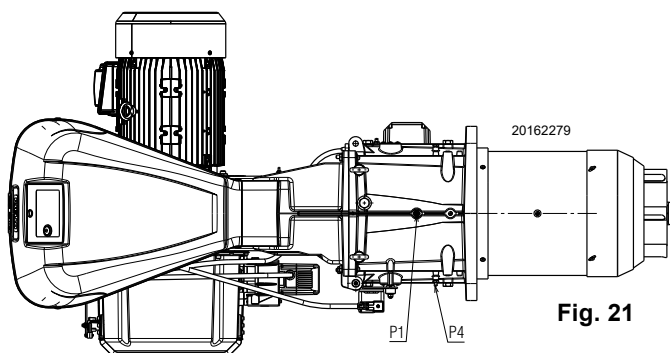

Fig. 21
Pression du gaz mesurée à la prise P1)(Fig. 21), avec :
- Soustraire de la pression du gaz à la prise P1)(Fig. 21) la pression dans la chambre de combustion.
Pression du gaz à la prise P1)(Fig. 21) = 27.6 mbars
Pour connaître la pression de gaz nécessaire sur la prise P1)(Fig. 21), une fois établie la puissance MAX. à laquelle on veut faire fonctionner le brûleur :
- Lire sur la droite, colonne 1, la pression à la prise P1)(Fig. 21).
pression nécessaire à la prise P1) (Fig. 21).